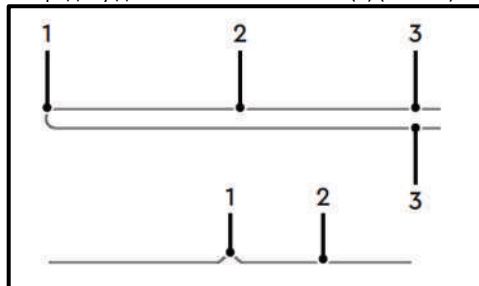

Рис. 19
- Визначте точку середини довжини косильної ліски. Для цього прикладіть кінці (3) косильної ліски (2) один до одного (Рис. 19). Злегка зігніть косильну ліску (2) в місці (1), протилежному від її кінців (Рис. 19). Місце згину (1) буде вказувати на середину довжини косильної ліски (2) (Рис. 19).